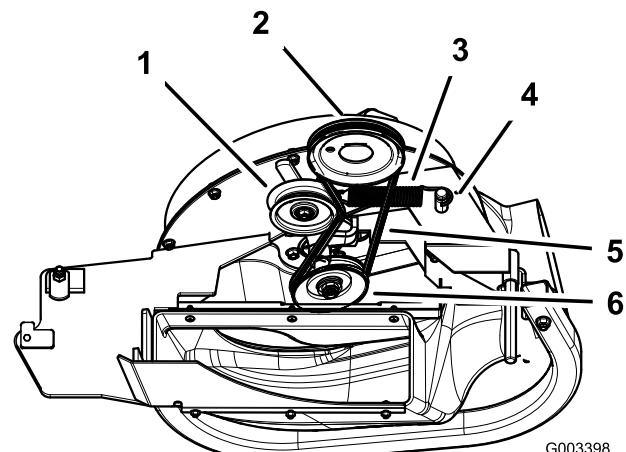

Figura 14
- En máquinas con carcasa de 152 cm y 183 cm, instale la correa alrededor de la polea del soplador (Figura 14).